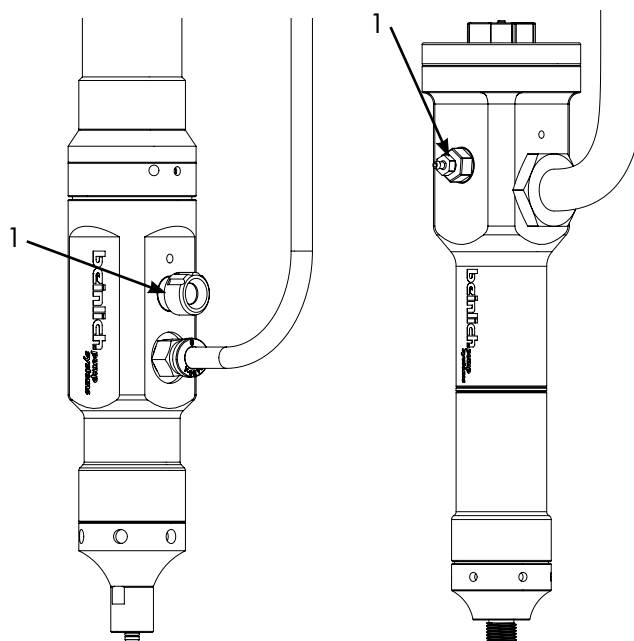

Abb.1
- Bringen Sie die Pumpe in Position (Abb.1) und öffnen Sie die Kartusche oder beaufschlagten Behälter / Zuleitung mit Druck.